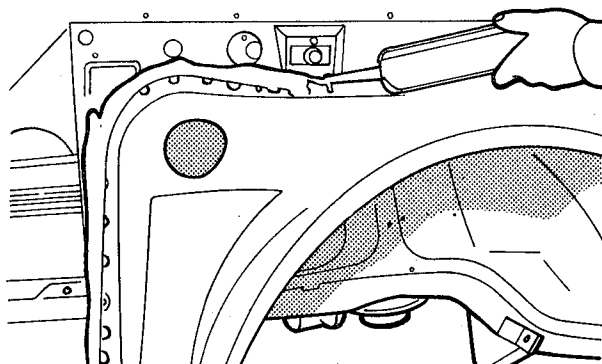

fig. 167
9. Aplicar vedador de flanges dobrados e, a seguir, aplicar proteção contra lascamentos por pedras em toda a área afetada (fig. 167)